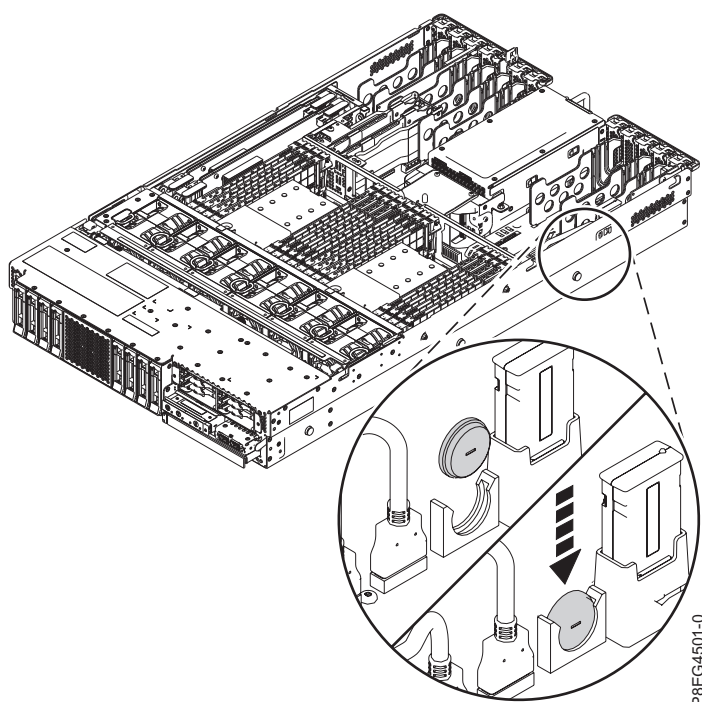

Figura 2. Inserir a pilha do relógio
2. Insira a pilha do relógio na ranhura do painel posterior do sistema, conforme demonstrado na Figura 2. Certifique-se de que insere a pilha com a polaridade correcta conforme registado durante a remoção da pilha.